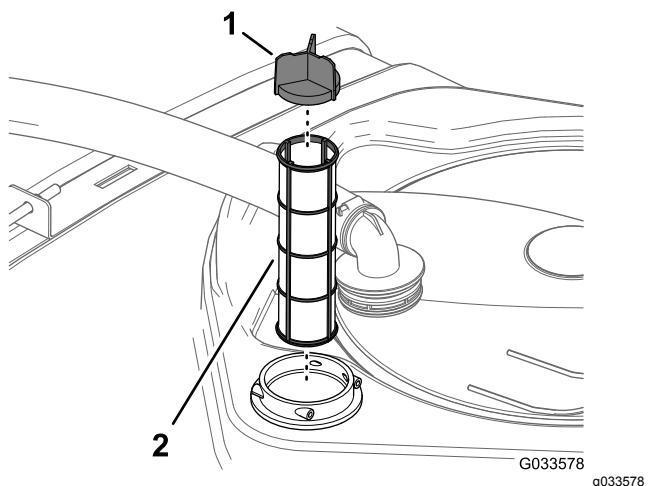

Figura 96
4. Retire o filtro de rede da succção da estrutura do filtro no depósito (Figura 96).